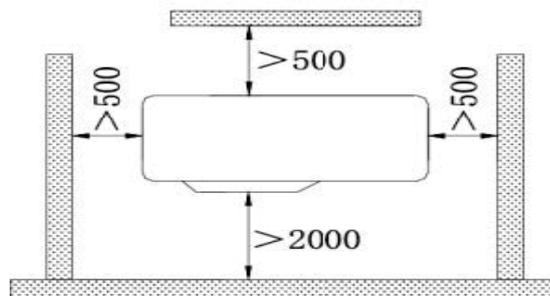

Figura 6
- 1) Consulte la Figura 6 para conocer los momentos de torsión para apretar los tornillos.